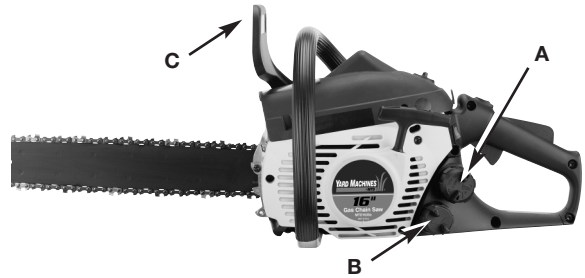

Fig. 3
1. Mélangez l'essence à l'huile. Remplissez le réservoir de carburant (A, Fig. 3) avec le mélange carburant/huile. Reportez-vous aux instructions de mélange huile et carburant.
2. Remplissez le réservoir d'huile (B) avec la bonne huile pour chaîne et guide-chaîne (Fig. 3).
3. Assurez-vous que le frein de chaîne est désengagé (C) avant de démarrer l'unité (Fig. 3).